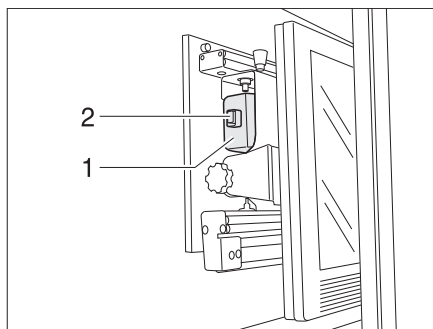

Fig. 6 Supporto nel mobiletto porta TV
- Inserire il supporto per lo schermo piatto sull'impugnatura (Fig. 6,1), finché il chiavistello (Fig. 6,2) non scatta.